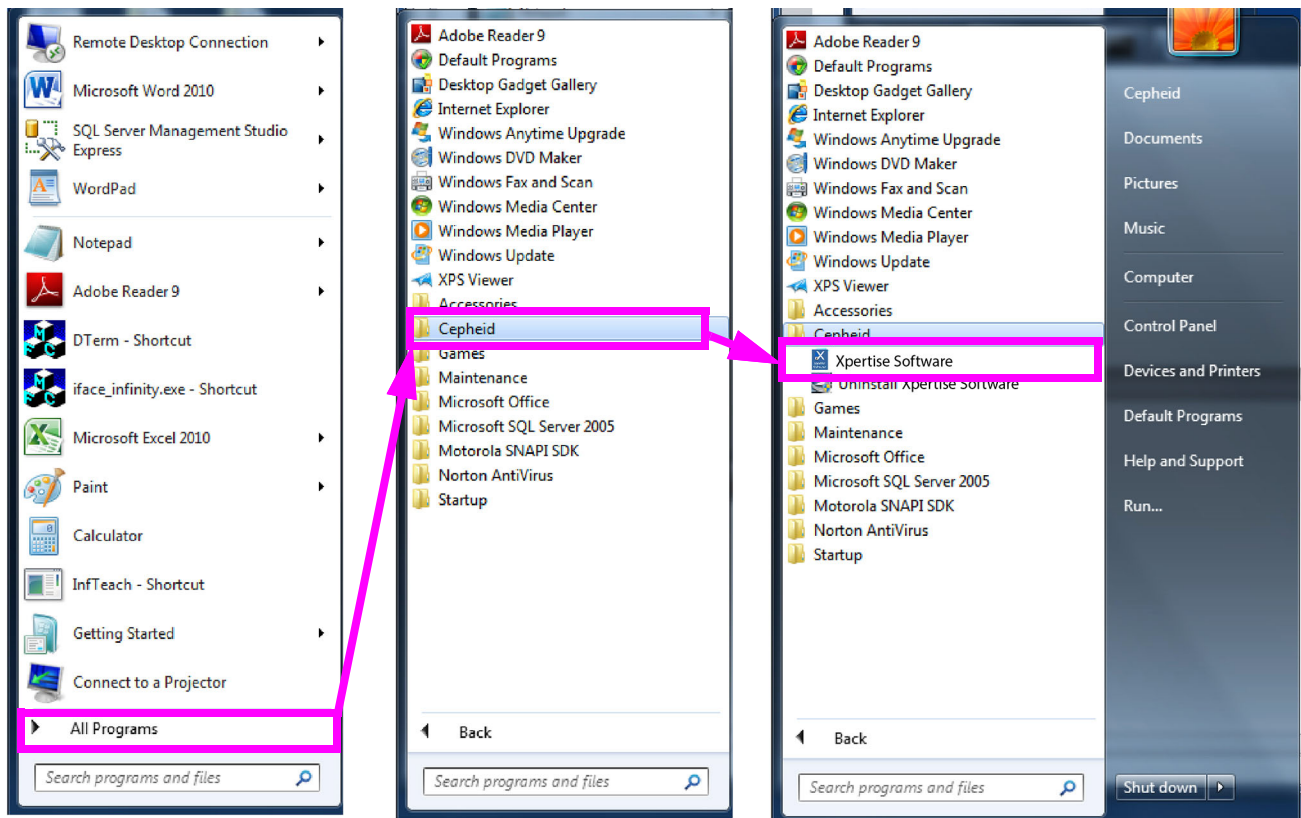

Figura 5-7. Iniciar o software Xpertise a partir dos menus do programa - Windows 7
- Na barra de tarefas do Windows, seleccione o ícone **Windows Start (Iniciar o Windows)** e seleccione **All Programs (Todos os programas) -> Cepheid -> Xpertise Software (Software Xpertise)**. Ver Figura 5-7.